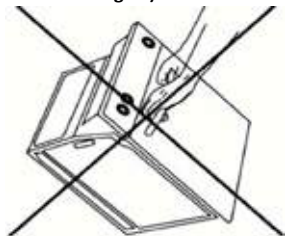

Abbildung 16
- Benutzen Sie nicht den Griff der Backofentür um das Gerät zu bewegen oder es aus der Verpackung zu heben. (Siehe **Abbildung 16**)